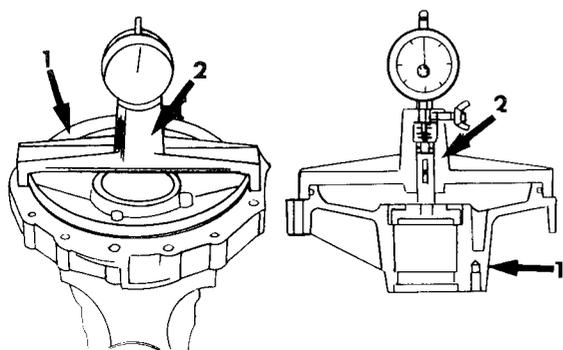

Bild 138
- Mit Hilfe des Messdorns C.6.0172, am Differentialdeckel angebracht, die Tiefe der Bohrung für den Differentiallagerring ermitteln. Das Messwerkzeug wird wie in Bild 138 angesetzt. Die Messuhr auf Null stellen.